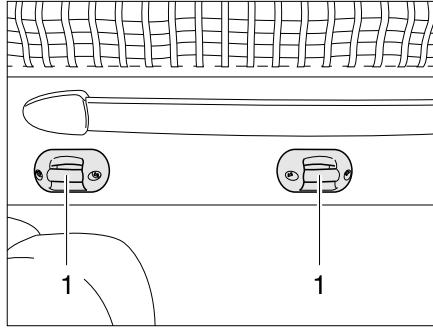

Fig. 173 Supporto scaletta di accesso
- Agganciare la scaletta di accesso al letto basculante con i due archetti incorporati nelle griffe (Fig. 173,1).